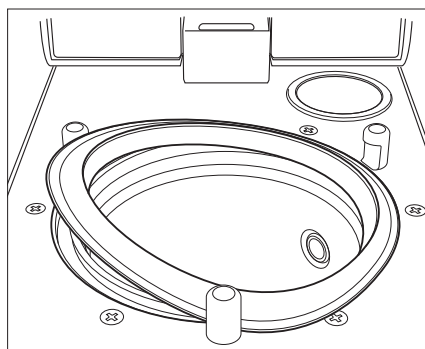

図 30
- 3) パッキンを引っ張って取り外します。（図 30、31）